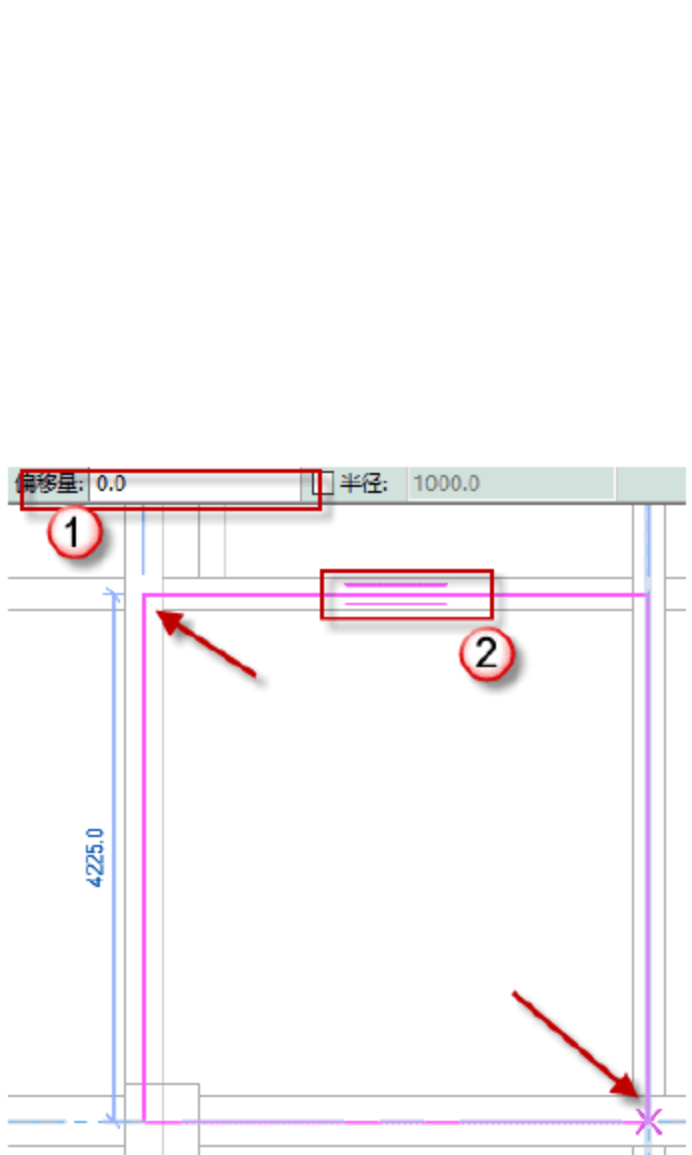

图 4.3.15 绘制 7 号板
(15) 绘制 7 号板，单击“矩形”按钮，绘制 7 号板，调整跨方向，将偏移量设置为 0，单击 ✓ 按钮，完成绘制，如图 4.3.15 所示。